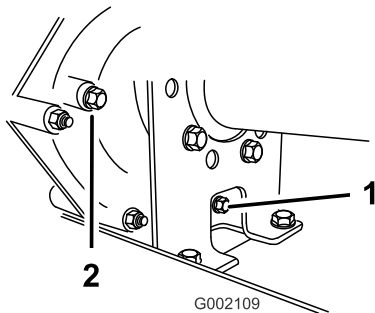
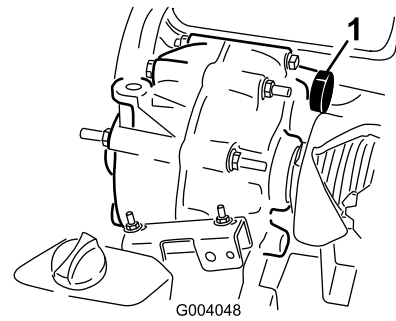

Figure 65
Figure 66
2. Essuyez la surface autour des bouchons de remplissage et de vidange avec un chiffon (Figure 65).
4. Dévissez et enlevez le bouchon de remplissage (Figure 65).
5. Dévissez et enlevez le bouchon de vidange (Figure 65).
6. Remettez et serrez le bouchon de vidange et le joint dans le trou de la transmission (Figure 65).
7. Remplissez le réservoir (Figure 66) en versant l'huile spécifiée dans l'orifice du bouchon de remplissage ou versez la quantité d'huile nécessaire pour que le niveau d'huile atteigne le bas du filetage (Figure 65).
8. Remettez et serrez le bouchon de remplissage et le joint dans le trou de la transmission (Figure 65).
10. Contrôlez le niveau d'huile et faites l'appoint si le niveau est en dessous du filetage du trou du bouchon de remplissage (Figure 65).